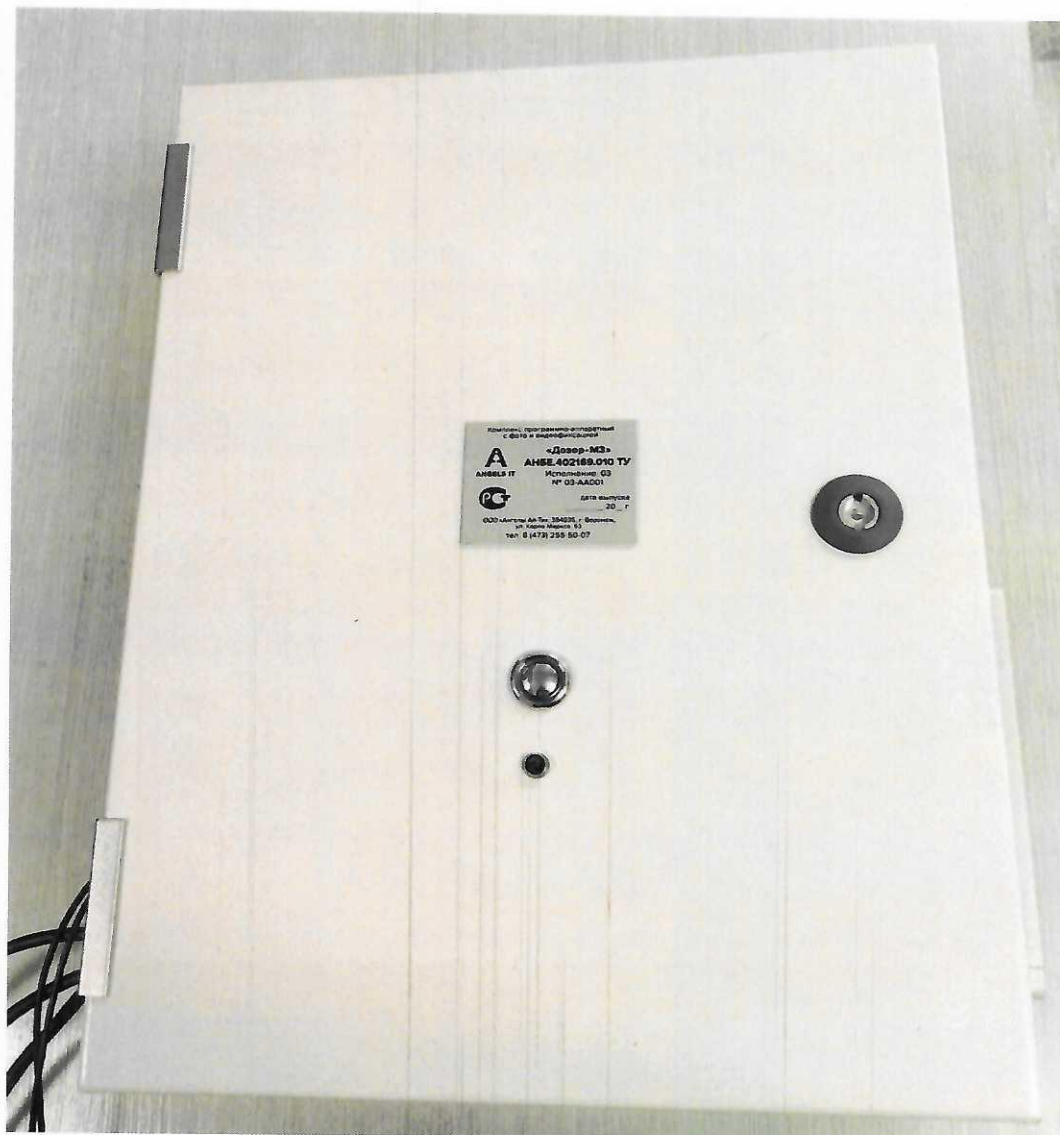

Рис.4
4.3 Исполнение 03 (представлено на рис. 4) состоит из: